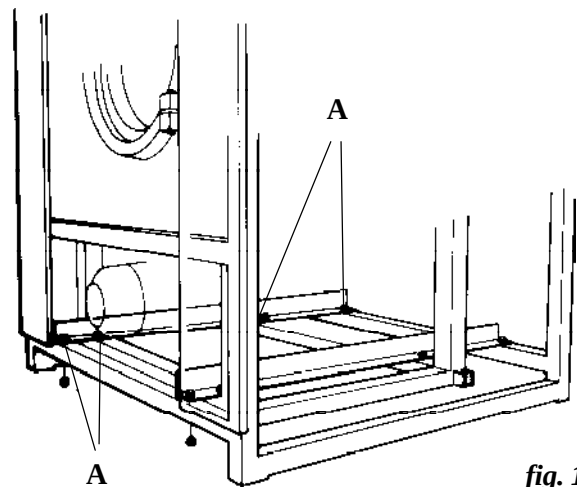

fig. 11
- Locate on the chassis base the two yellow fixing braces and dismantle. Four screws hold each brace to the machine (**fig. 11/A**).
- Localizar en la base del chasis los dos perfiles de fijación de color amarillo y desmontarlos. Cada perfil va fijado a la máquina por cuatro tornillos (**fig. 11/A**).
- Localiser sur la base du châssis les deux profilés de fixation jaunes et les démonter. Chaque profilé est fixé à la machine par quatre vis (**fig. 11/A**).